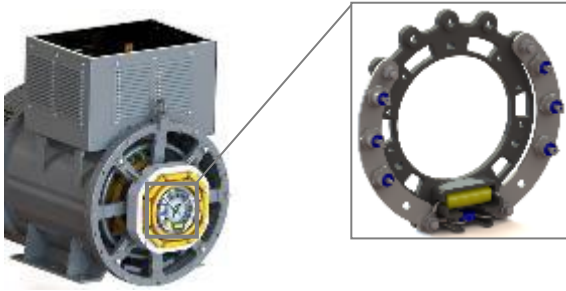

Abbildung 14.19: Diodenrad
- Entfernen Sie das Diodenrad gemäß Abbildung 14.19.